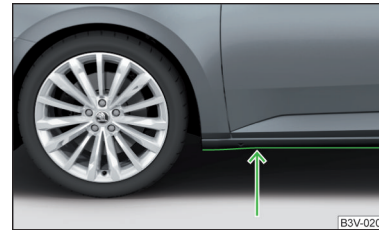

Abb. 265
- Daher vor einer Wasserdurchfahrt die Wassertiefe feststellen. Der Wasserstand darf maximal an die Unterkante des Unterholms reichen » Abb. 265.